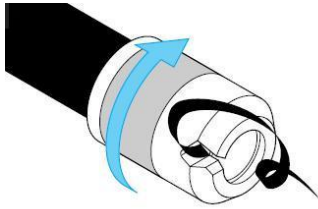

Figure 1
1. Chanfreiner le tube avec le manchon à chanfreiner n° 6000 de Hawle ou un produit équivalent (voir fig. 1)